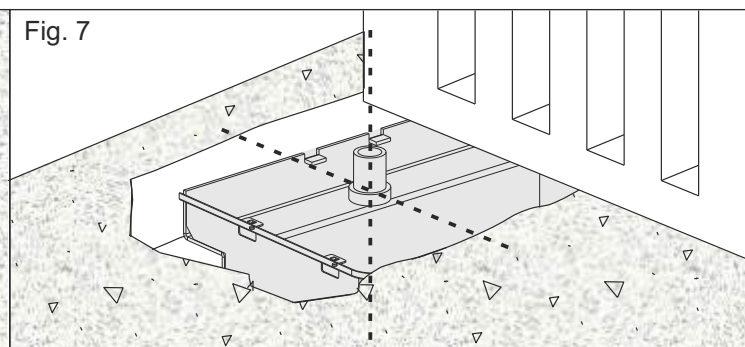

Fig. 7
**⚠ EL EJE DE LA BISAGRA SUPERIOR DE LA CANCELA DEBE COINCIDIR CON EL EJE DE LA CAJA DE FUNDACIÓN (FIG. 7); RESPETAR LA DISTANCIA DE 64 MM ENTRE LA TAPA DE LA CAJA DE FUNDACIÓN Y LA BASE DE LA CANCELA**